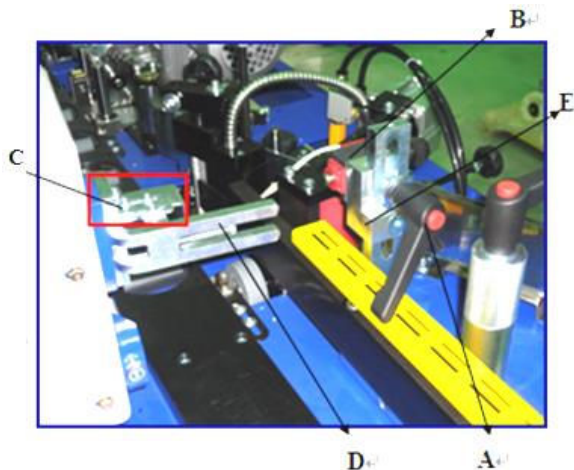

Рисунок 38
Система разблокировки, показанная на рис.38, имеет различные функции:
- Винт **А** (рис. 38) регулирует зазор ременного подающего механизма и, следовательно, давление бокового перемещения, которое обеспечивает надлежащее склеивание. Боковой прижим не должен быть чрезмерным, в противном случае, все модули попадут под нагрузку. Боковой прижим обычно устанавливается производителем при тестировании станка.
(рис. 38) немедленно останавливает все функции станка, кроме клеевой ванны. Открытие ременного подающего устройства имеет то же действие, что и аварийный выключатель. Перезапуск станка выполняется переключением в положение Вкл. Детали этой важной системы безопасности всегда должны быть исправны.
- с) Система трения скольжения **Е** (рис. 38) удерживает алюминиевый блок на месте, когда ременное подающее устройство открыто. Когда ременное подающее устройство закрыто, происходит специальный электрический контакт, разрешая запуск станка.
Для различных операций (т.е.: облицовка чувствительного материала), возможно УМЕНЬШИТЬ боковой прижим, регулируя винт **D** (рис. 38), который действует в качестве упора на подающем узле.
Следовательно, необходимо повторно установить специальный электрический контакт **B** (рис. 38), используя винты на в пазах **C** (рис. 38).